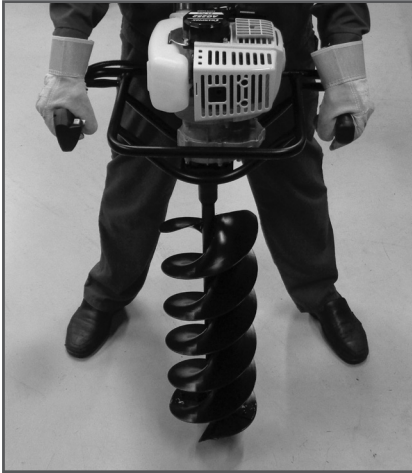

Рис. 8 Положение тела оператора при работе мотобуром
- Примите устойчивую позу, расставив ноги на удалении от шнека (Рис. 8).